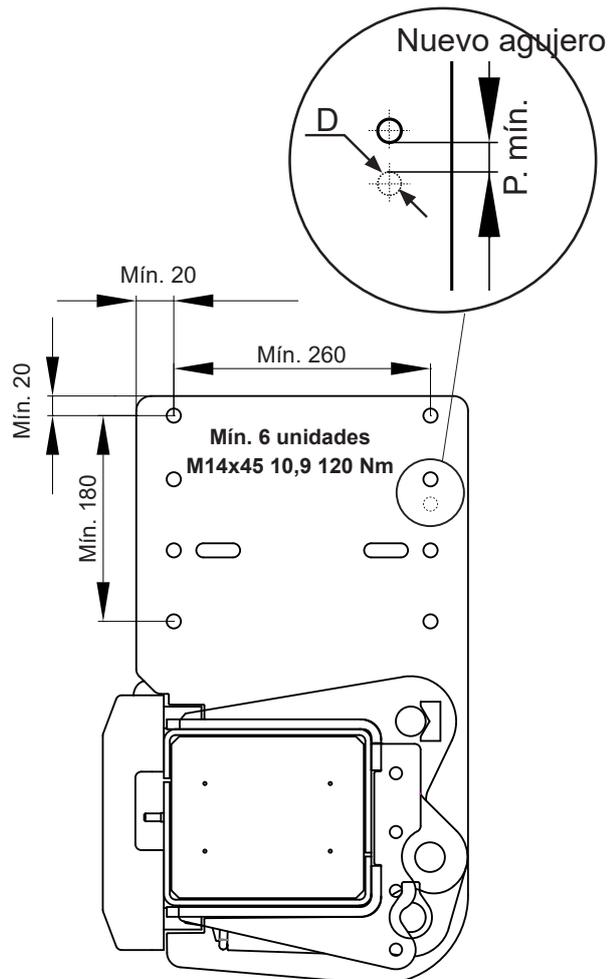

Figura 35. Montar el soporte del chasis con 6 tornillos M14x45 10.9 como mínimo
10. Para el montaje sobre un chasis sin agujeros pre-perforados, montar primero con un tornillo en los agujeros alargados de los soportes. Hacer una marca en el chasis del vehículo, en el centro de los agujeros alargados de los soportes, y después perforar agujeros de Ø14 mm en el chasis, véase Figura 35.